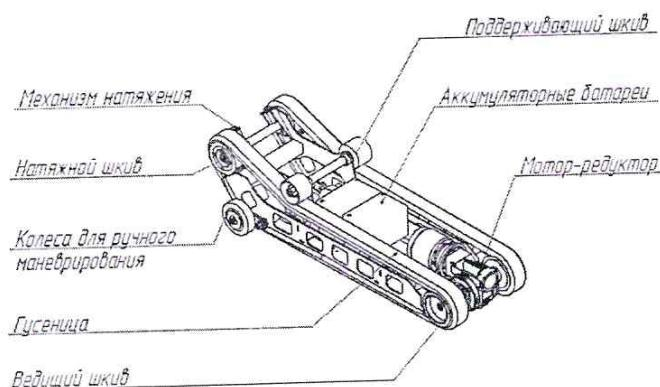

Рис.3. Подъемный агрегат без защитного кожуха
- **Подъемный агрегат** (Рис.3, 3а) выполняет функцию перемещения кресла-коляски с человеком по ступеням лестничных маршей. Подъемный агрегат закрытого типа, внутри которого размещен рабочий механизм с электрическим приводом.
В нижней части подъемного агрегата расположены по два колеса с каждой стороны, с помощью которых можно перемещать подъемник, от места установки на него кресла-коляски с человеком, до лестничного марша (Рис.3).
- **Блок аккумуляторов** (Рис.3) выполняет функцию автономного обеспечения электропитанием систем управления и электродвигателя рабочего механизма. Установлен на раме агрегата под пластмассовым обтекателем (Рис.1).
Рис.3а. Габаритные размеры подъемника в сборе